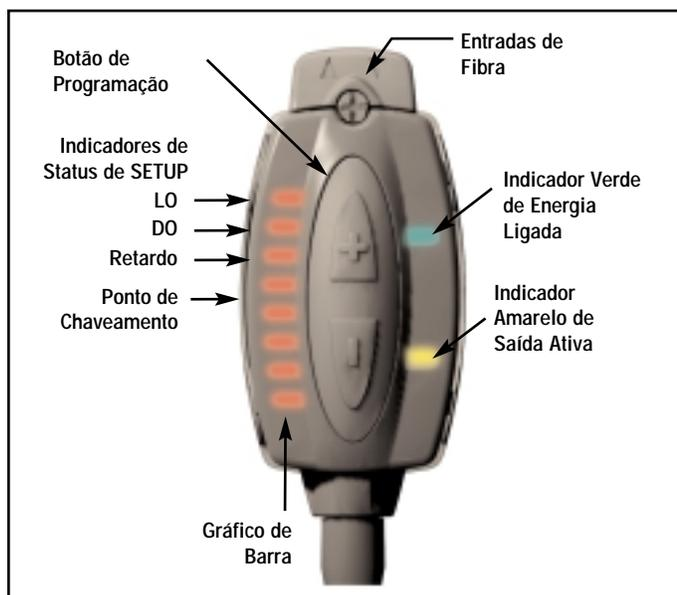

Figura 1. Características do FI22FP
- 1) Use uma chave de fenda Phillips pequena para frouxar o parafuso de fixação, como mostrado na Figura 1.